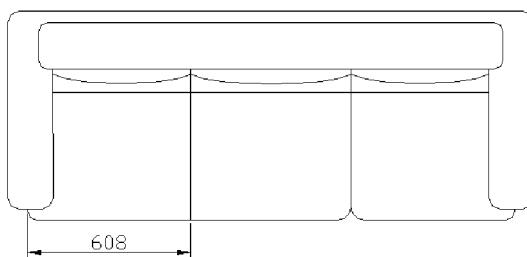

图 3.33 标注基本尺寸
- (1) 选择“标注”→“线性”命令,在绘图区单击鼠标左键指定起始点,确认“正交”按钮 \square 和“对象捕捉”按钮 \square 处于打开状态,标注基本三角形的尺寸,如图 3.33 所示。